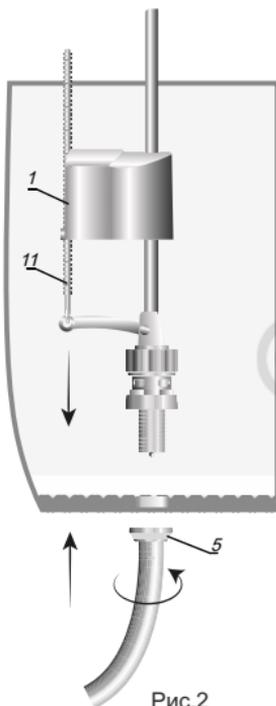

Рис.2
- На резьбовую часть корпуса наденьте прокладку (6).
- Вставьте резьбовую часть корпуса в отверстие смывного бачка. Закрепите гайкой (5). При установке придерживать клапан от проворота (Рис. 2).